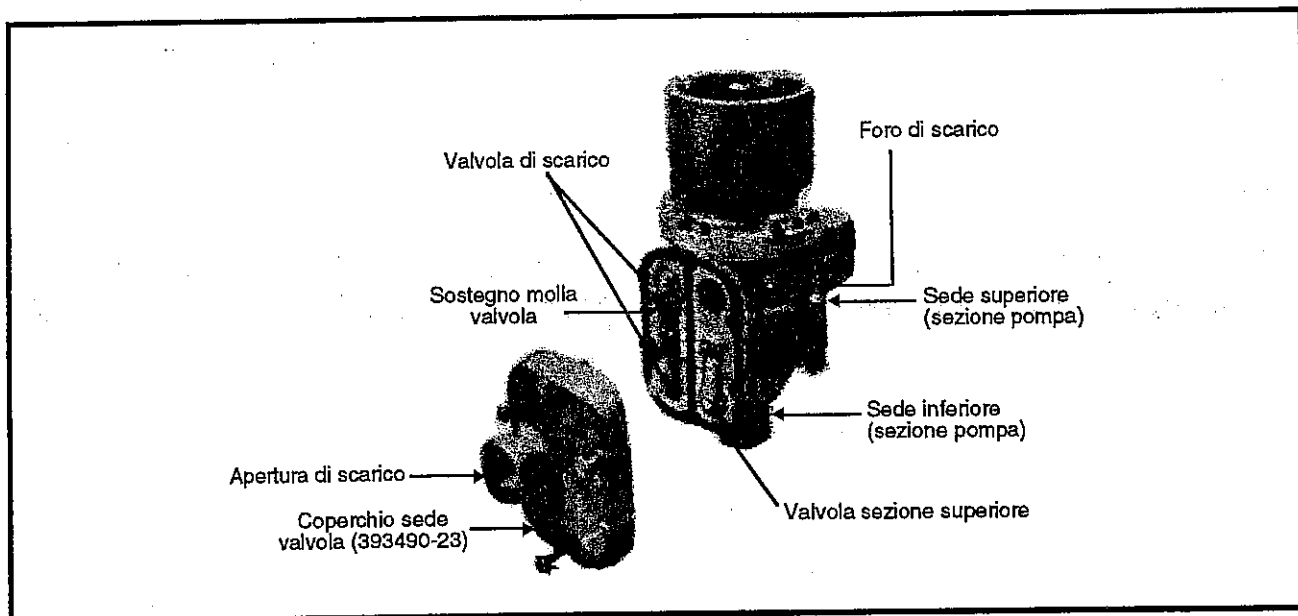

Figura 6:
E. Effettuare controlli periodici del foro di scarico (Figura 6) tra la sede superiore 393490-45 e la sede del motore pneumatico 393490-13, per determinare la presenza di perdite di materiale dai rinforzi 393490-48 (Figura 4).
7. L'unità non effettuerà il pompaggio in modo corretto se una delle valvole di aspirazione è aperta. Controllare la valvola di aspirazione superiore come da Figura 6.
8. Rimuovere la sede valvola e controllare la presenza di sporcizia sotto le valvole o molle rotte. Pulire o sostituire le mole rotte. Le valvole di scarico sono poste una sull'altra, mentre la valvola di aspirazione superiore è singola. Reinstallare la sede valvola con l'apertura di scarico posta sulle valvole di scarico (Figura 6).